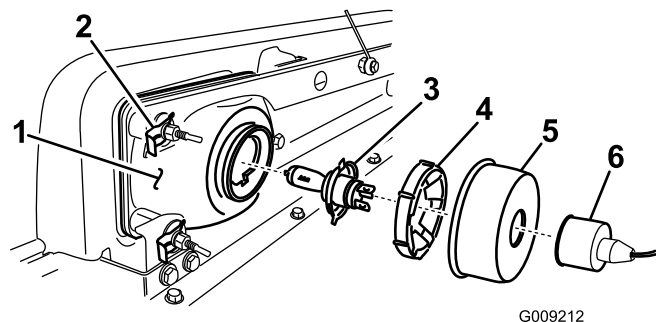

図 31
2. 保護用のゴム製ブーツを外す(図 31)。
2. ヘッドライト・アセンブリ全体を前に押し出して、前バンパーから外す図 31。
3. 取り付け穴に新しいヘッドライトを取り付ける図 31。